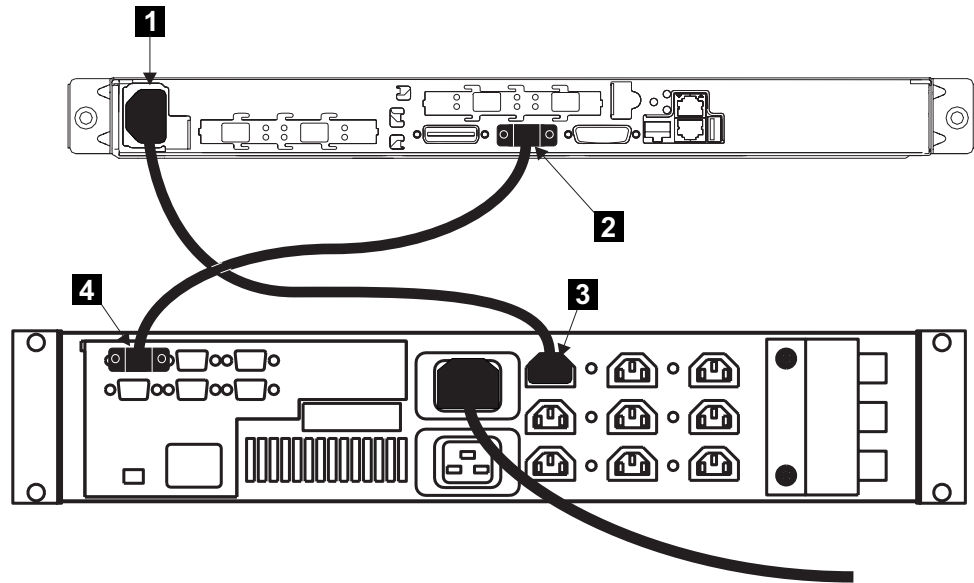

図 120. SAN ボリューム・コントローラー 2145-4F2 の電源ケーブルを 2145 無停電電源装置に接続します。
1. SAN ボリューム・コントローラー 2145-4F2 ノードの背面で、図 120 に示すように、電源コネクタ **1** に電源ケーブルを差し込みます。